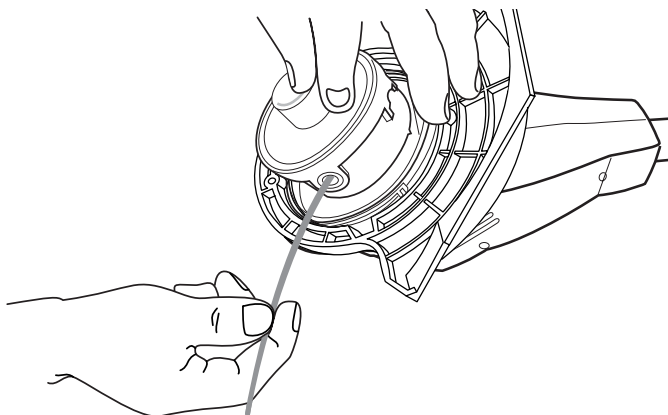

Fig. 16
10. Sostenga el carrete interior en su lugar, tome el extremo de la línea y tire con firmeza para soltar la línea de la ranura de fijación en el carrete interior (Fig. 16).
7. Sostenga el carrete interior en su lugar, tome el extremo de la línea y tire con firmeza para soltar la línea de la ranura de fijación del carrete interior (Fig. 16).